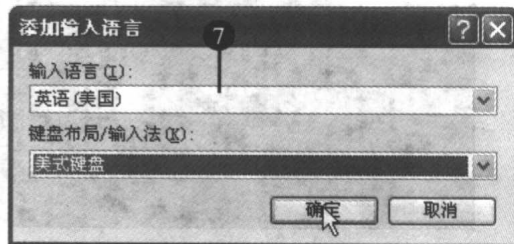

图 1-6 “添加输入语言”对话框
(7) 在“文字服务和输入语言”对话框中单击“添加...”按钮，打开“添加输入语言”对话框，如图 1-6 所示。
(8) 在“添加输入语言”对话框的“输入语言”下拉列表框中选择“英语（美国）”，在“键盘布局/输入法”下拉列表框中选择“美式键盘”。